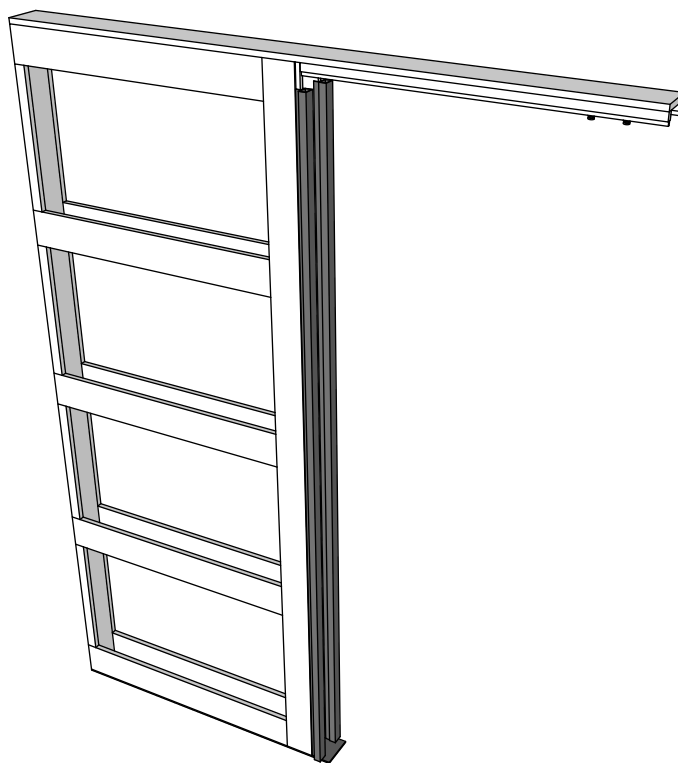

Рисунок 14
4.7 Повторить пункты 4.1 - 4.6 и собрать вторую половину пенала (Рис. 14).